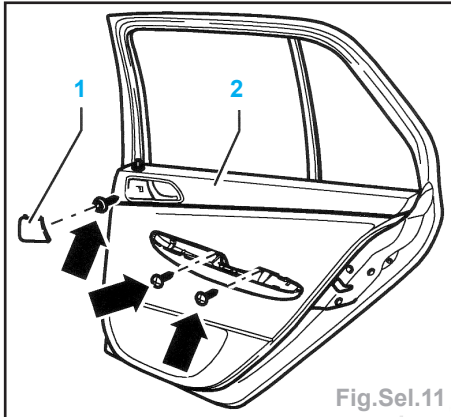

Fig.Sel.11
- déclipser le cache (1) (Fig.Sel.11),